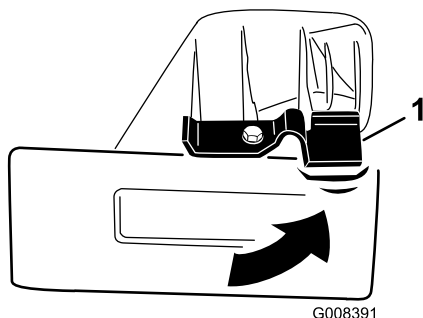

Figure 24
2. Tournez le verrou sur l'obturateur de déchetage dans le sens antihoraire en position déverrouillée (Figure 24).